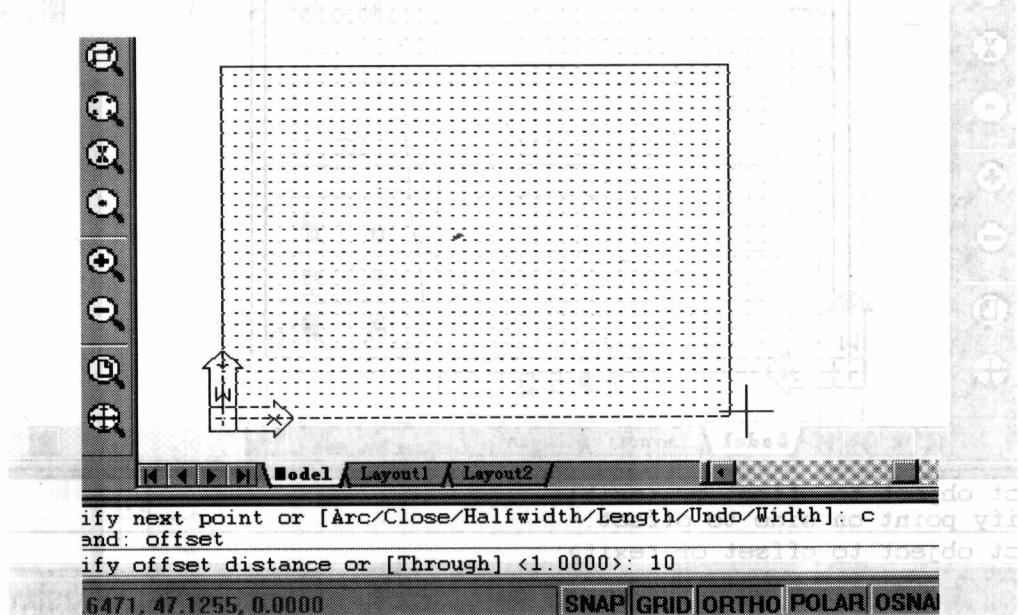

图 1-9 输入偏移距离
- (9) 用命令 Offset(偏移)画图框，在提示符下输入偏移距离 10，见图 1-9。